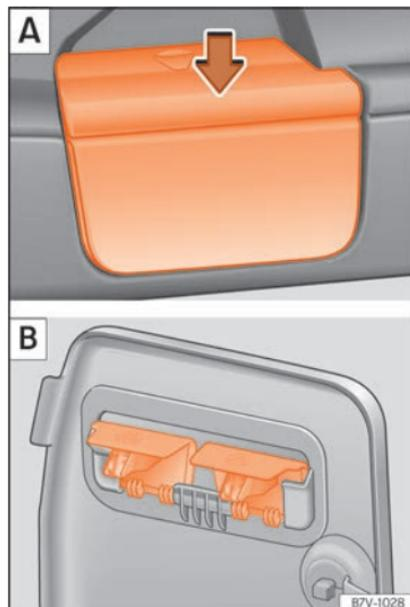

Fig. 169 Retire os suportes da chapeleira A e guarde-a de forma segura B.
- Retire a chapeleira do suporte dos revestimentos laterais » » » Fig. 169 A. Para isso, pressione a chapeleira para cima (seta) e retire-a.
- Abra o compartimento no revestimento lateral esquerdo traseiro da bagageira » » » Página 181 e engate a chapeleira na parte traseira da tampa do compartimento » » » Fig. 169 B.